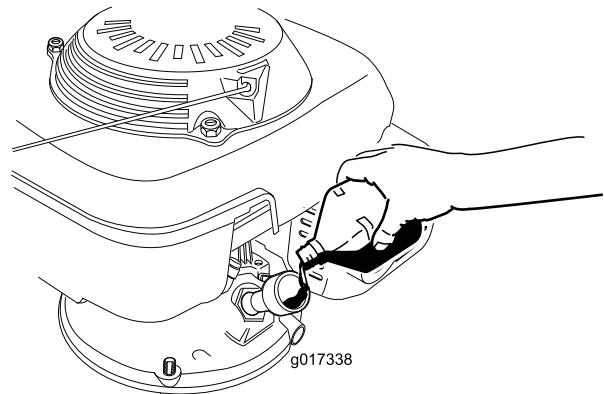

Рисунок 7
3. **Медленно** налейте масло в маслозаливное отверстие, подождите 3 минуты, после чего проверьте уровень масла масломерным щупом. Для этого вытритите щуп дочиста и вставьте его в маслозаливное отверстие, **не ввинчивая при этом крышку** в маслозаливное отверстие (Рисунок 7).